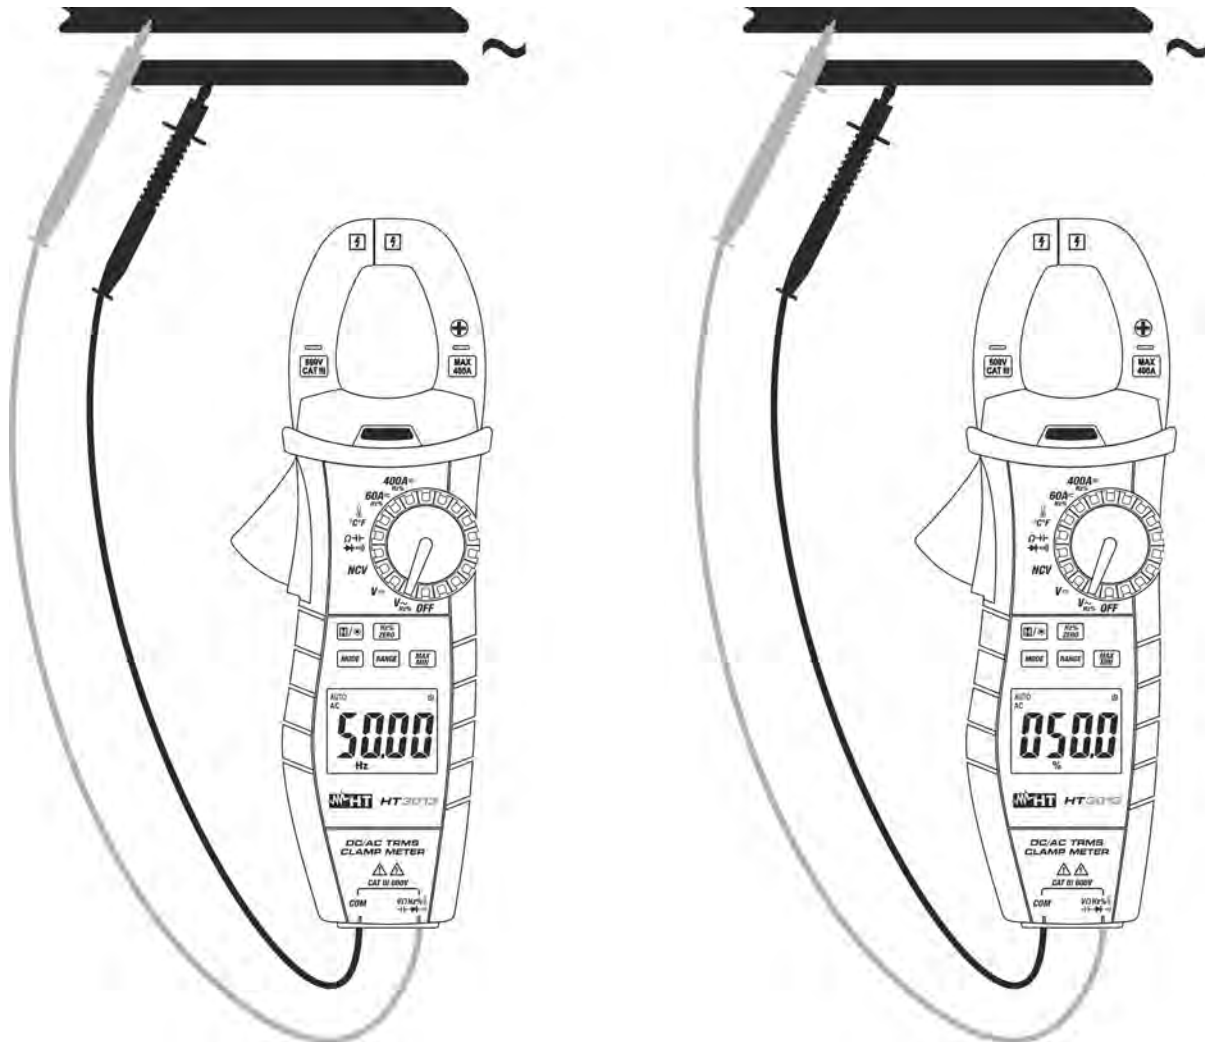

Abb. 6: Verwendung der Zange für Frequenz- und Duty Cycle-Messungen
4. Stellen Sie die Messleitungen in die gewünschten Punkte des zu messenden Kreises (siehe Abb. 6) für die Frequenzmessung mit Messleitungen. Der Wert der Frequenz (Hz) oder des Duty Cycle (%) erscheint auf dem Display.